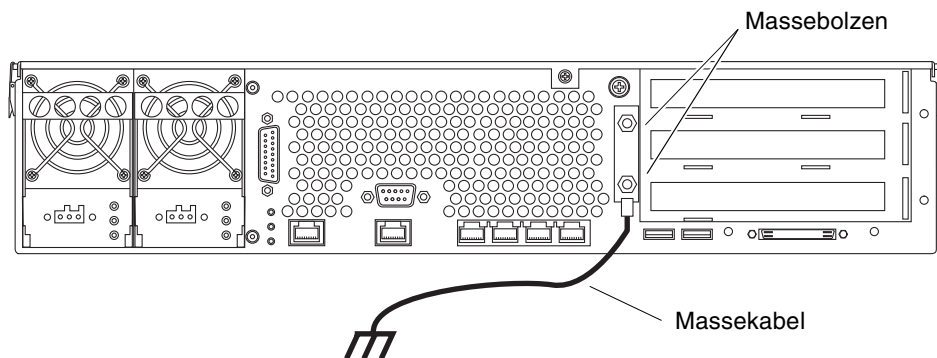

ABBILDUNG 4-3 Position der Gehäuse-Massebolzen
2. **Suchen Sie die beiden Gehäuse-Massebolzen auf der Rückseite des Servers (siehe ABBILDUNG 4-3).**